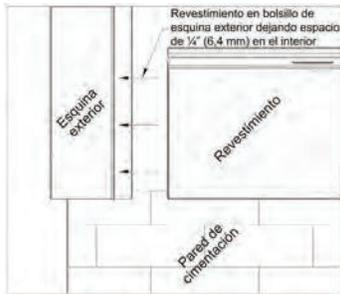

Figura 4
- Para permitir la expansión y contracción lateral, siempre deje un espacio de 1/4" (6,4 mm) entre el extremo del tablón de revestimiento y la pared interior de la moldura con bolsillo (Figura 4).